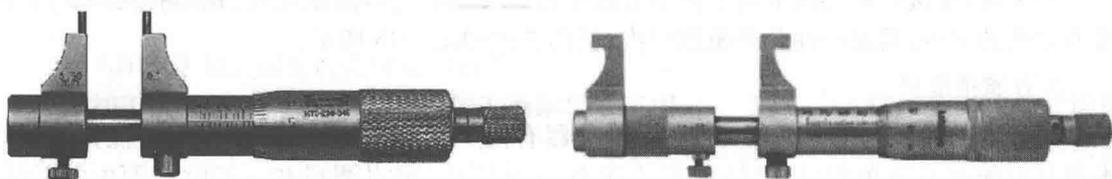

图 1-14 内测千分尺
(3)内测千分尺:当被测量的工件为浅孔,沟槽宽度、孔距等,不能使用内径千分尺,需采用内测千分尺,测量范围通常是 5~30mm、25~50mm、50~75mm 等几种,测量精度为 0.01mm,其结构如图 1-14 所示。